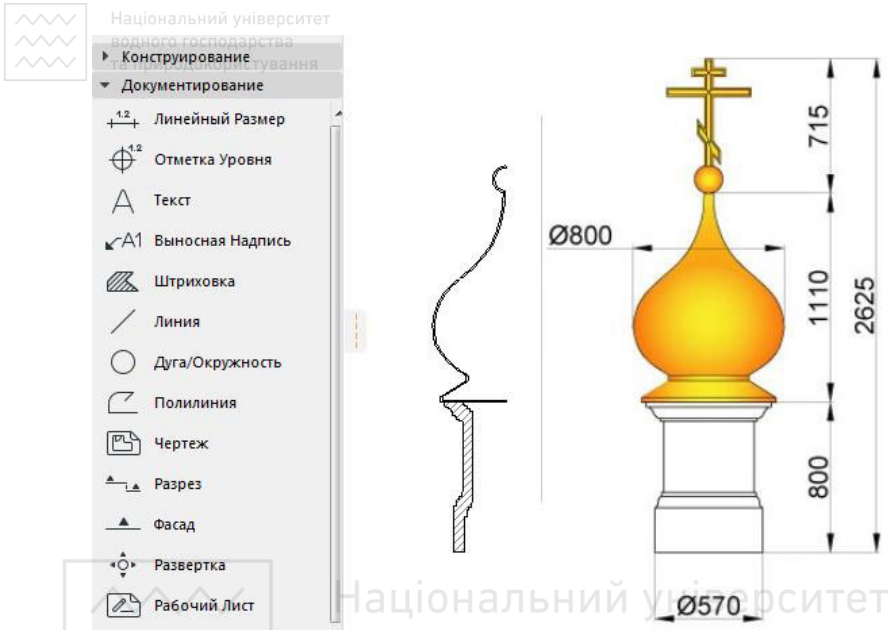

Рис. 3
2. Обвести і замкнути контур куполу і барабана інструментом “Линия” або “Полилиния”. Заштрихувати внутрішній контур куполу і барабана інструментом “Штриховка” (рис. 3).